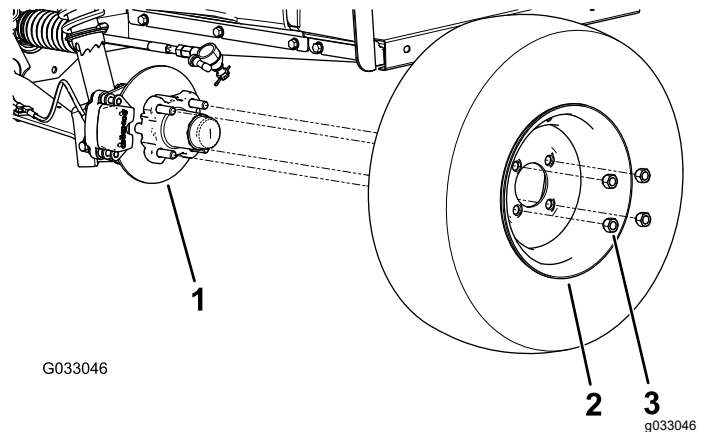

Figure 28
2. Retirez les 4 écrous de roue qui fixent la roue au moyeu (Figure 28).
4. Alignez les trous dans la roue et les goujons du moyeu puis montez la roue sur le moyeu en plaçant la valve à l'extérieur (Figure 28).
5. Fixez la roue au moyeu avec les écrous de roue (Figure 28).